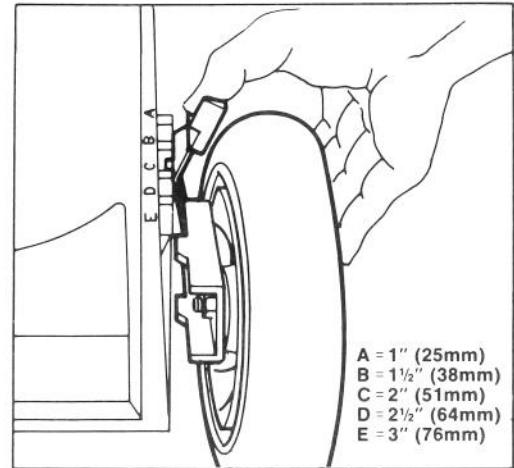

Bild 10
Fünf ins Gehäuse gestanzte Buchstaben zeigen die jeweilige Stufe an (Bild 10).
2. Zur leichteren Einstellung das Mägerhäuse anheben, damit das Rad vom Boden ab ist. Schnitthöhen-Einstellhebel zum Rad hin drücken und auf die gewünschte Schnitthöhe einstellen (Bild 10). Sicherstellen, daß der Stift des Einstellhebels in die Nute am Gehäuse einrastet. Alle Räder auf die gleiche Höhe einstellen.